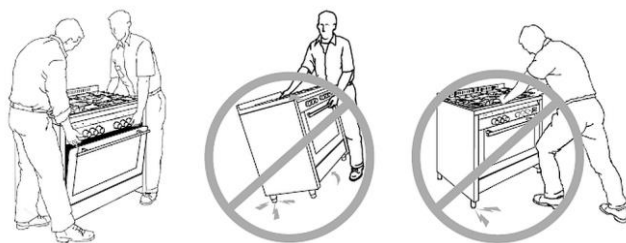

Рис. 3
2. Не поднимать прибор за ручку духовки. Открыть двери духовки и придерживая прибор за верхнюю часть рабочей камеры, поднять прибор (рис. 3).